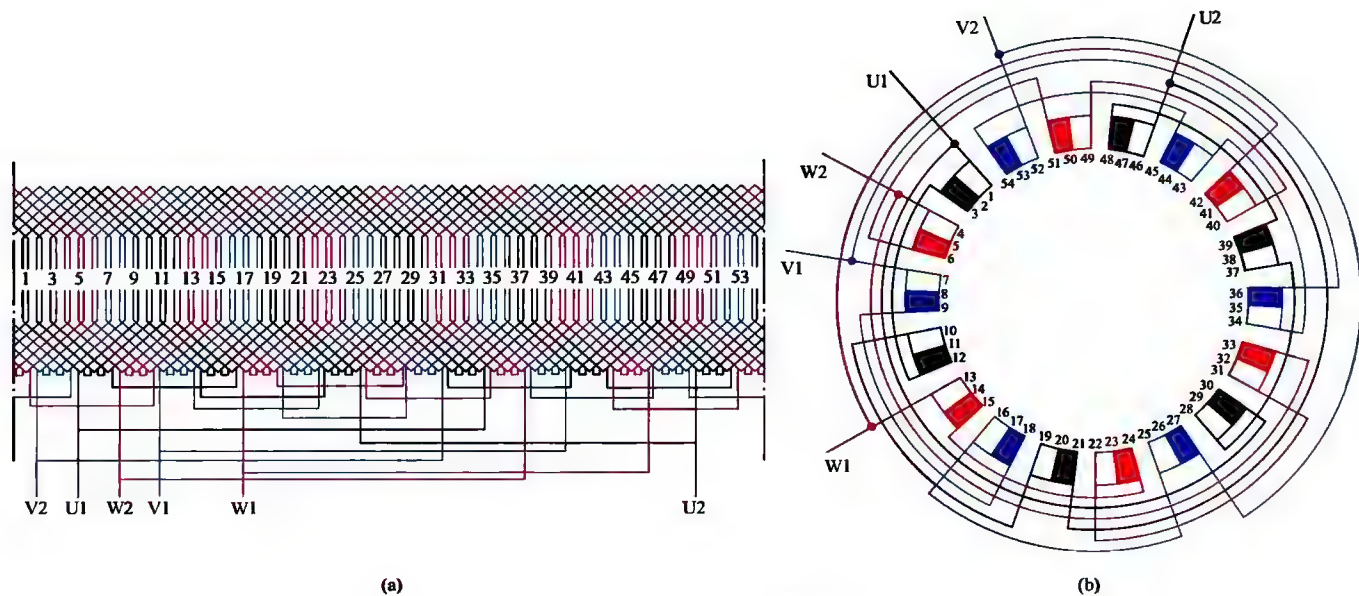

图 1-67 三相 6 极 54 槽双层叠绕组 2 路接法
67. 三相 6 极 54 槽双层叠绕组 2 路接法展开图与接线圆图 (见图 1-67)